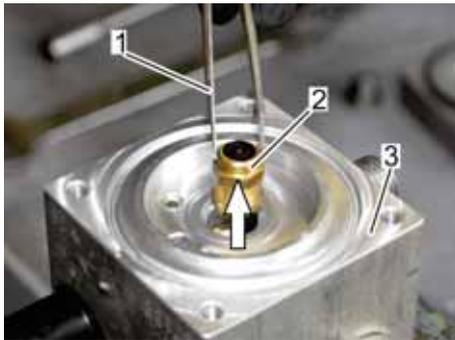

Abb. 61: Kolben entnehmen
13. Mit einem geeigneten Werkzeug (Abb. 61/1) den Kolben (Abb. 61/2) aus dem Gehäuse (Abb. 61/3) nehmen.